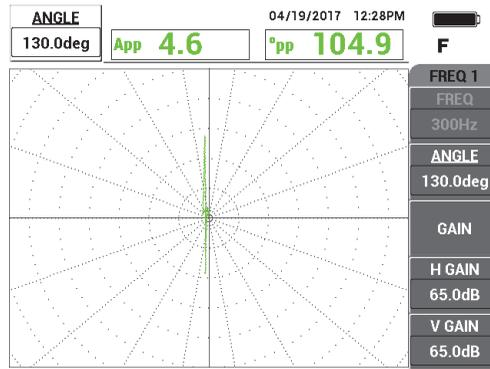

Figura 5-228 Regolazione della fase del segnale
3. Premere il tasto ANGLE () e ruotare il segnale fino a quando il segnale del foro è verticale (vedere Figura 5-228 a pagina 304).